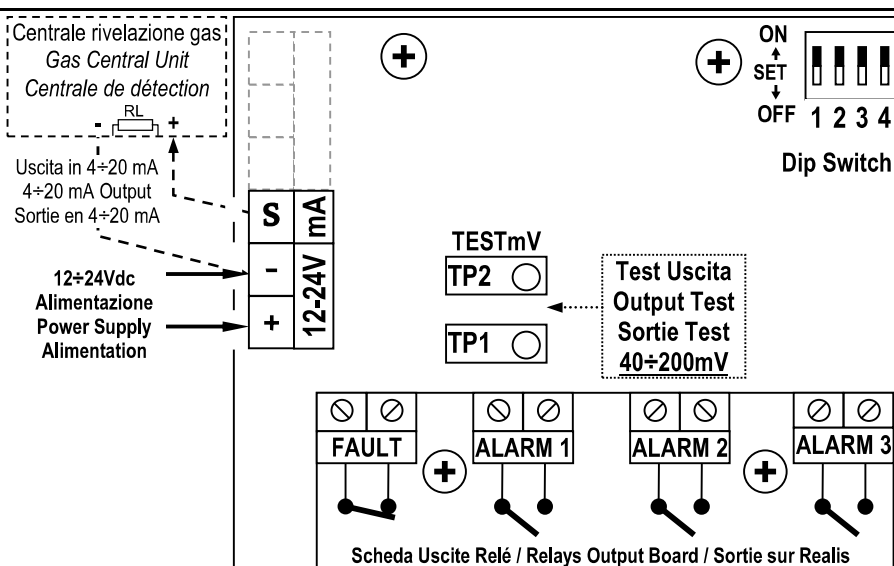
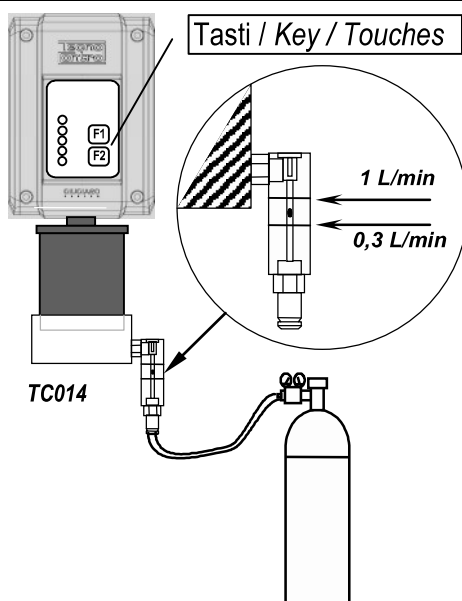

Fig. 2 - Schema di collegamento / Wiring diagram / Schéma
Fig. 3 - Tester di calibrazione / Calibration Tester / Kit de Calibration
Raccordements électriques (Fig.2): la distance maximale à laquelle chaque détecteur peut être alimenté est indiquée dans le Tableau 1 en fonction de la section du câble utilisé. Dans le cas d'alimentation de plusieurs détecteurs en parallèle, il est nécessaire de calculer la chute de tension sur les portions communes des câbles. Un câble sans écran est normalement utilisé, avec 2 conducteurs pour l'alimentation + les conducteurs pour les sorties relais.
Important: Si l'ambiance est très polluée et si l'on doute que la concentration d'oxygène soit de 20,9%, il est possible d'utiliser une bouteille d'air avec 20,9% d' O₂ ou bien d'utiliser un ballon pour gaz rempli d'air propre. Dans ce cas, avant d'exécuter le code "Etalonnage en air" coiffer la tête de détection avec le TC011, régler l'afflux de l'air, de façon à ce que le débitmètre indique environ 0,3 l/min (voir Fig.3).
Le mélange à utiliser est **15%v/v oxygène dans l'azote**. Coiffer la tête de détection avec le TC011, régler l'afflux de gaz, de manière à ce que le débitmètre indique 0,3 l/min environ, (voir Fig.3). Attendre 3 minutes environ et contrôler que le détecteur "parte en alarme" comme décrit dans le chapitre "FONCTIONNEMENT". Dans le cas de résultats différents il faut refaire l'étalonnage. Une fois terminé la "VÉRIFICATION", fermer la bouteille et enlever le TC011. Attendre 3 minutes environ le détecteur reviendra aux conditions de fonctionnement normal.
N.B.: si une sortie en mA est utilisée, vérifiez avec le voltmètre sur les points de test "TEST mA" (voir Fig.2) si une valeur d'environ **174 mV** est présente, en fonctionnement normal en air (20,9% d'O₂) (Ou bien si la sortie en mA n'est pas utilisée, à l'aide des pointes de touche du milliampèremètre, directement aux bornes "S et -", vérifier que l'on obtient 17,4 mA environ). Coiffer la tête de détection avec le TC011, régler l'afflux de gaz, de manière à ce que le débitmètre indique 0,3 l/min environ, (voir Fig.3). Attendre 2+3 minutes environ et contrôler que l'on mesure environ 136 mV (ou bien que la sortie en mA diminue jusqu'à 13,6 mA environ).